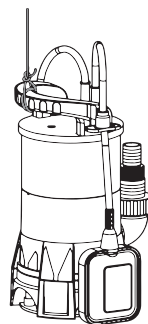

Abb. 10
3. Verriegeln Sie den Schwimmerschalter (4) in folgender Position:(siehe Abb.10)
4. Senken Sie das Gerät in einem leichten Winkel ins Wasser, damit die Restluft entweichen kann. Achten Sie darauf, dass sich die Position des Schwimmerschalters (4) nicht verändert.
4. Wenn die untere Ansaugvorrichtung verwendet wird, muss zuerst ein neues Rückschlagventil auf dem Adapter zwischen dem Krümmer und dem Auslassadapter installiert werden. In der Zwischenzeit muss der Schwimmerschalter (4) in der folgenden Position arretiert werden: (siehe Abb. 10), wenn der Schwimmerschalter in dieser Position befestigt ist, ist die Vorrichtung dauerhaft eingeschaltet.